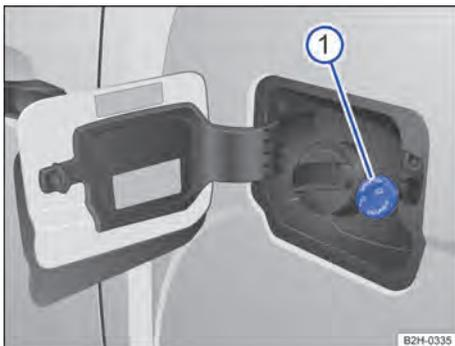

Fig. 135 Atrás da portinhola do tanque: tampa do bocal de abastecimento de AdBlue.
O bocal de abastecimento de AdBlue® se encontra atrás da portinhola do tanque, ao lado do bocal de abastecimento de combustível → Fig. 135 ①.